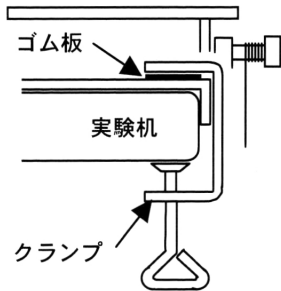

図3：クランプのしかた
- 1) 実験機の天板にクランプで固定します。(図3参照)天板厚は25~55mmに対応します。